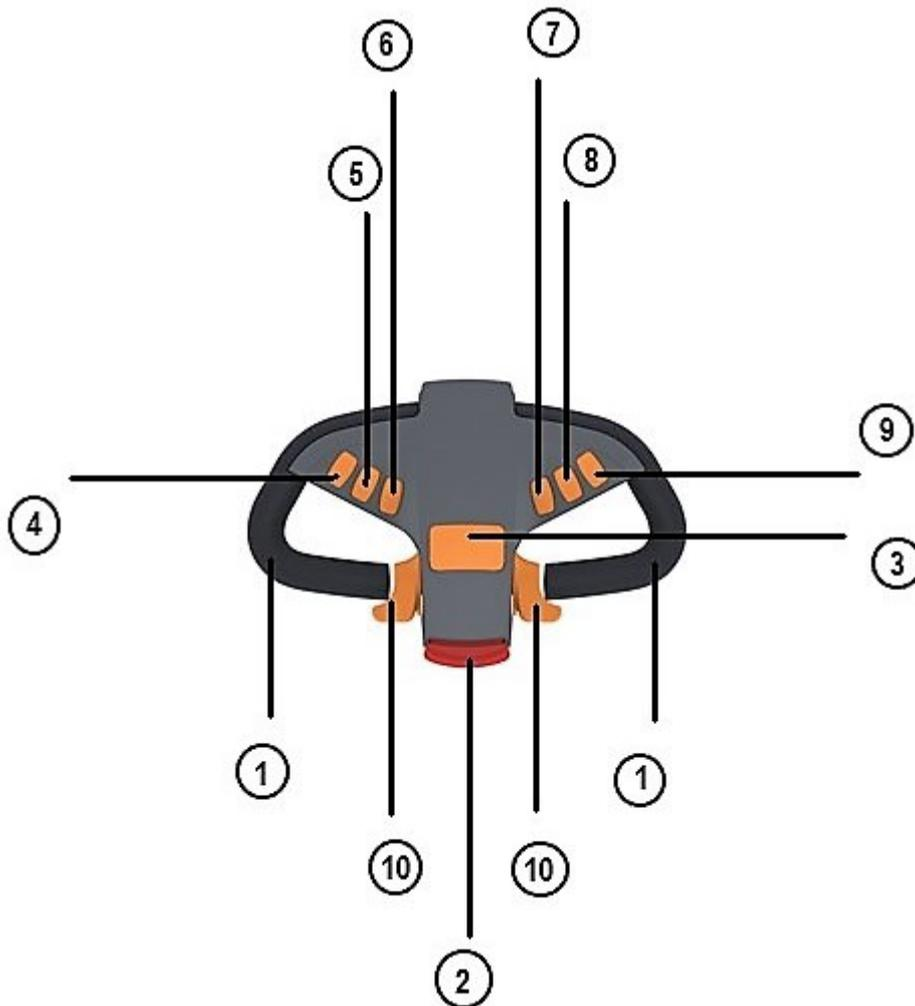

Fig 2. Timon
- contrôler le dispositif homme-mort sur le timon en appuyant sur le bouton-poussoir de sécurité (2, fig. 2),
À l'avant gauche, il y a 2 boutons pour avancer (Fig 3, 1) et reculer (Fig 3, 2) lentement. Appuyez une fois sur le bouton pour le déverrouiller, et une seconde fois pour avancer ou reculer de quelques centimètres. La vitesse maximale peut être réglée à l'aide des potentiomètres (Fig 2, 7 et 8) sur la tête du timon. La distance maximale que vous pouvez parcourir de cette manière est d'environ 1 mètre.